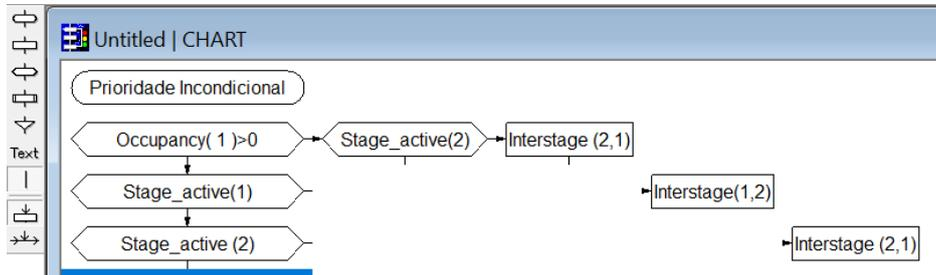

Figura 18
40. O segundo ícone é o **Statement**, ele é usado para comandos e tarefas. Clique no ícone e ao lado de **Stage\_Active(2)**, clique com o botão direito em **Insert New Symbol** e digite **“Interstage(2,1)”**. Ao lado de **Stage\_Active(1)**, clique com o botão direito em **Insert New Symbol** e digite **“Interstage(1,2)”**, a função. De modo a assemelhar com a figura 18. Os comandos Interstages são